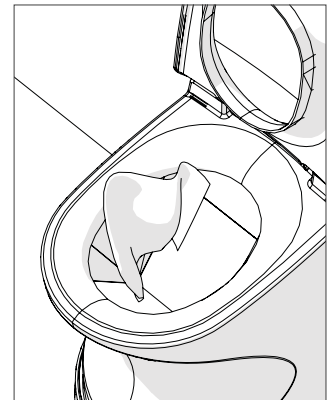

Abbildung 8
3. Reinigen Sie die Beutelschüssel mit einem weichen Tuch (Abbildung 8). Verwenden Sie bei Bedarf Papiertücher, die nach der Reinigung in die Brennkammer fallen gelassen werden können. Schließen Sie den Toilettendeckel, wenn Sie fertig sind. Die Luke zur Brennkammer schließt sich.